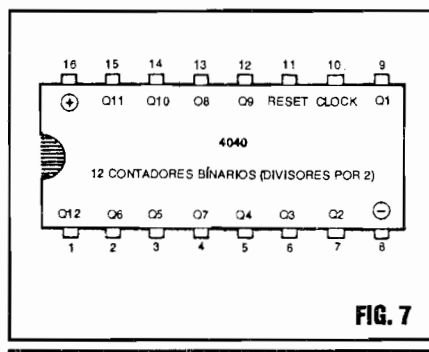

FIG. 7
- **FIG. 7 - O INTEGRADO C.MOS 4040 (MÚLTIPLO CONTADOR DE 12 ESTÁGIOS...)** - O diagrama mostra (com o componente visto por cima...) a identificação e codificação de pinagem do Integrado C.MOS 4040, que contém nada menos que **12 FLIP-FLOPS BIESTÁVEIS** (contadores binários). Uma coisa que deve ser observada, desde já, é que devido à progressivamente maior